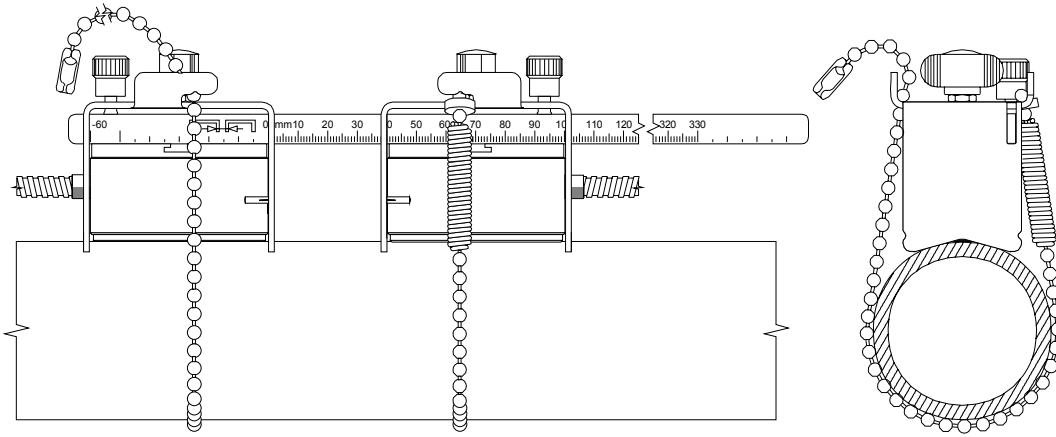

Abb. 7.6: Mit Anklemschuhe und Ketten befestigte Sensoren
- Schieben Sie das Lineal in den seitlichen Schlitz der Schienen (siehe Abb. 7.6). Richten Sie den Sensorabstand entsprechend dem von FLUXUS empfohlenen Wert ein und blockieren Sie die Sensoren mittels der kleinen Kunststoffschrauben an der Sensorkabelseite der Anklemschuhe.